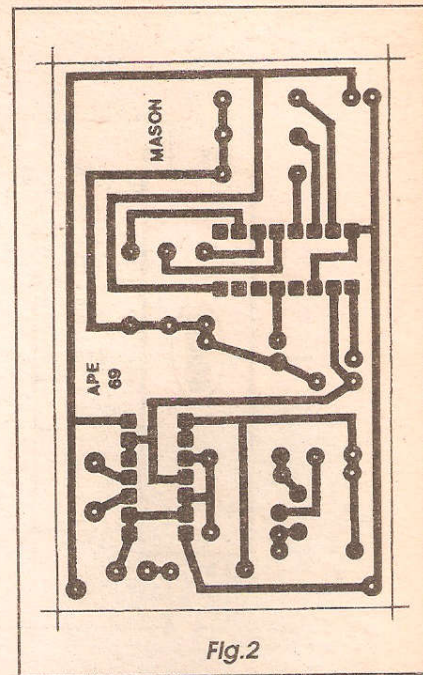

Fig.2
- FIG. 2 - LAY OUT DO CIRCUITO IMPRESSO ESPECÍFICO - A confecção da placa específica de circuito impresso para a montagem da MASON não